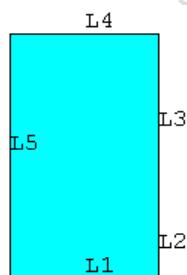

图4.85 几何模型
(6) 单击 Main Menu>Preprocessor>Modeling>Create>Lines>Lines>In Active Coord 菜单, 分别连接关键点 1 和 2、关键点 2 和 5、关键点 5 和 3、关键点 3 和 4、关键点 4 和 1。
(7) 单击 Main Menu>Preprocessor>Modeling>Create>Areas>Arbitrary>By Lines 菜单, 以刚才定义的线为边界生成面。如图 4.85 所示。